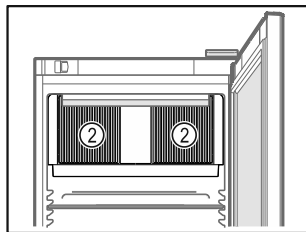

Fig. 62
- Διατηρείτε ελεύθερες τις σχισμές αερισμού Fig. 62 (2) του ανεμιστήρα στο εσωτερικό.